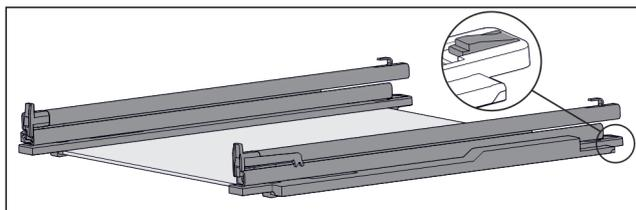

Fig. 127 Ripiano in vetro con guide e fermi
- ▶ Premere il fermo sul lato posteriore (vedere Fig. 127) e allo stesso tempo spingere la guida all'indietro.